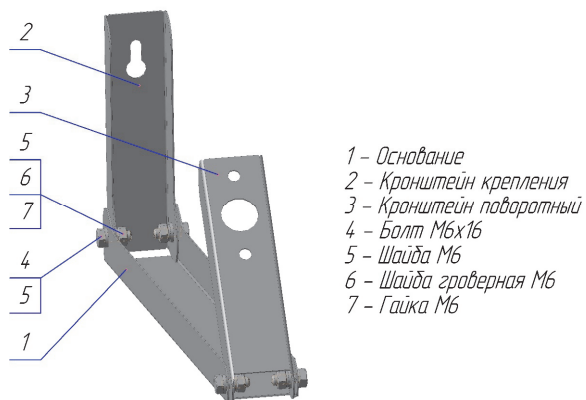

Рис. 2 – Схема сборки кронштейна
6.3 Соберите (согласно схеме на рис.2) и установите Г-образные кронштейны на светильник перпендикулярно корпусу путем вкручивания винтов М5х10 с шайбами М5 в установочные отверстия корпуса светильника.